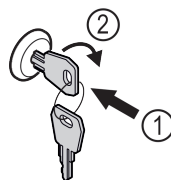

Fig. 163
- Schlüssel hineindrücken. Fig. 163 (1)
- Schlüssel um 90° im Uhrzeigersinn drehen. Fig. 163 (2)